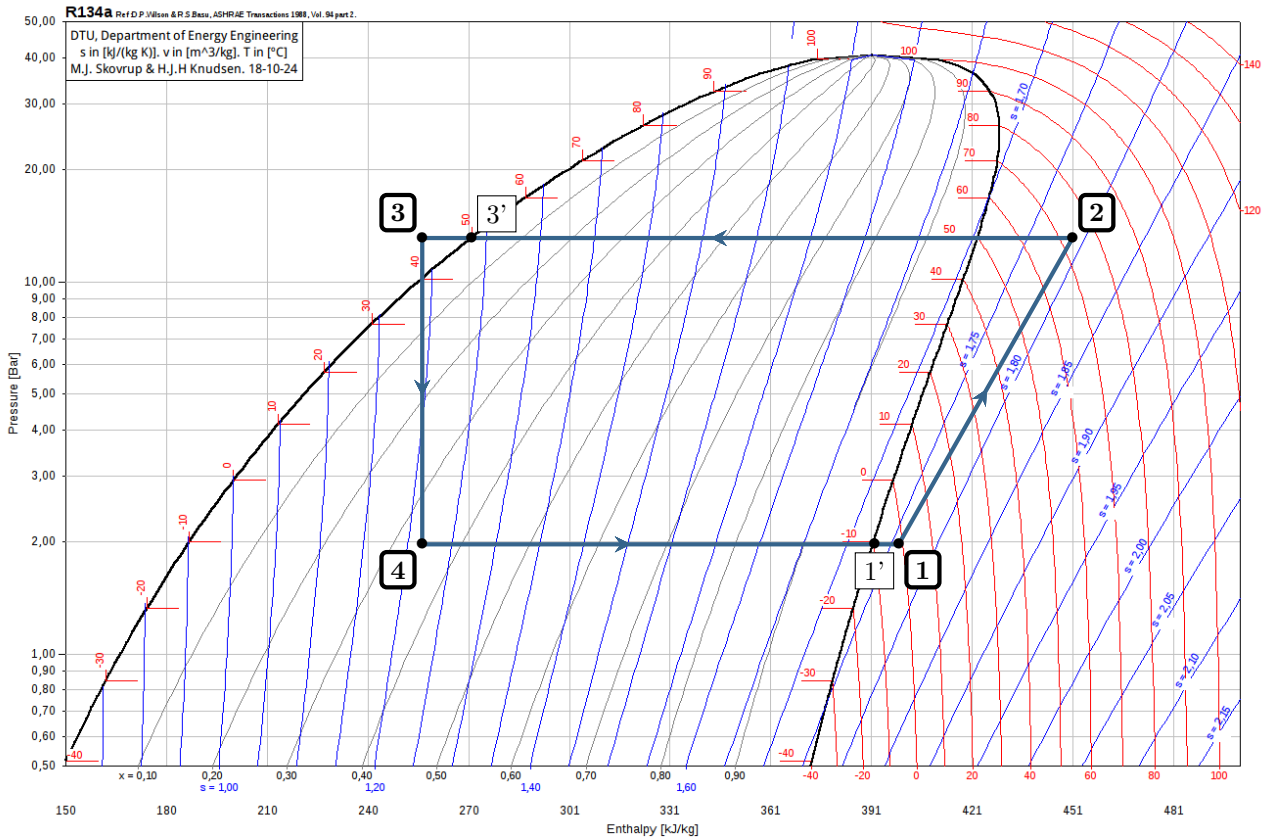

Figure 2 – Cycle de la PAC représenté dans le diagramme des frigoristes du R134a.
**17.6** - Une pompe à chaleur est constituée de quatre composants thermodynamiques : un compresseur, un détendeur, un évaporateur et un condenseur. La figure 2 représente son cycle dans les diagrammes des frigoristes.